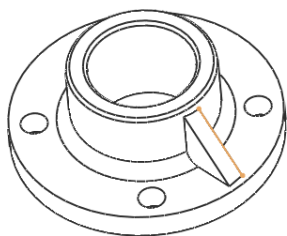

图 5-107 在第二边生成厚度
-  第二边：只延伸草图轮廓到草图的另一边，如图 5-107 所示。